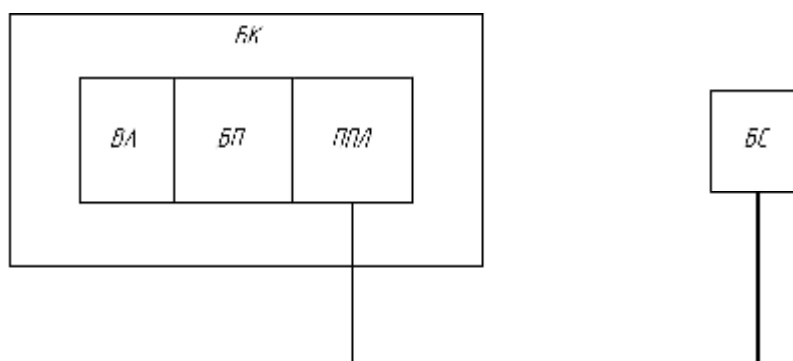

Рисунок.2 Внешний вид блока коммуникационного
1.5.6 Для расширения эксплуатационных возможностей ППЛ HTC-7042M с блоком питания и автоматическим выключателем смонтирован в защитную оболочку, образуя блок коммуникационный в дальнейшем -БК. Внешний вид блока коммуникационного на рис.2:
Рисунок 2а. Структурная схема приемопередатчика линейного НТС-7042М